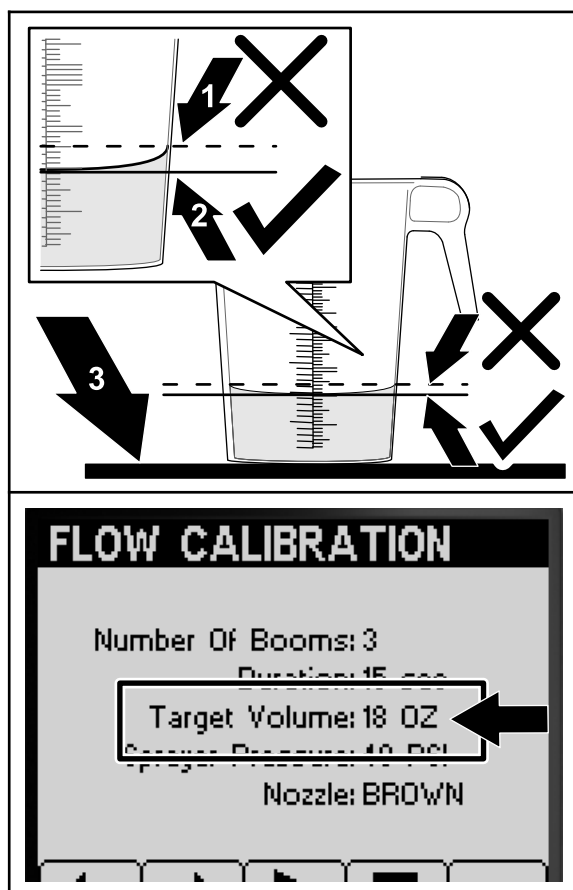

Figura 52
6. Collocate il recipiente graduato su una superficie piana e rilevate il volume del fluido (Figura 52).
7. Confrontate il volume del liquido nel recipiente di raccolta graduato con il volume target visualizzato nella schermata InfoCenter (Figura 52).